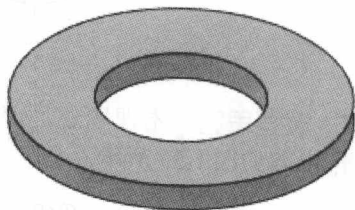

图 1-32 完成后的实体
c. 修改拉伸长度参数“ $\sqrt{D1}$ 10.00mm”为“5”，单击确认按钮【】完成实体拉伸。完成后的实体如图 1-32 所示。